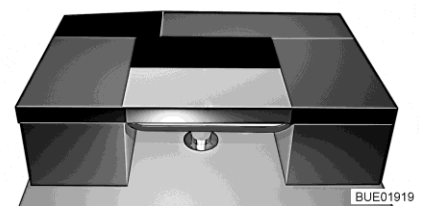

Fig. 162 Después de la transformación
- Colocar el cojín adicional en la mesa de modo transversal (véase Fig. 162).